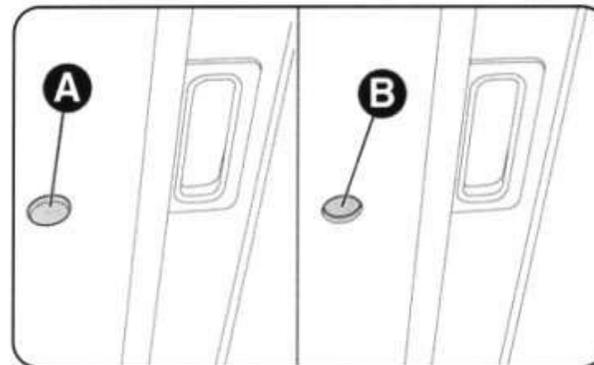

рис. 53
- снимите крышку А (рис. 53), расположенную между двумя шторками;